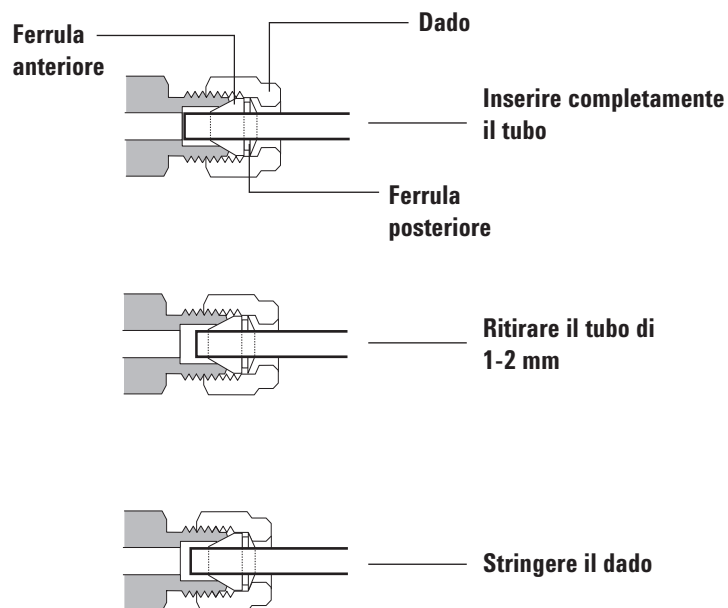

Figura 17. Inserire il tubo
- 4 Spingere interamente il tubo nel tappo, quindi ritirarlo di circa 1 o 2 mm. Vedere **Figura 17**.